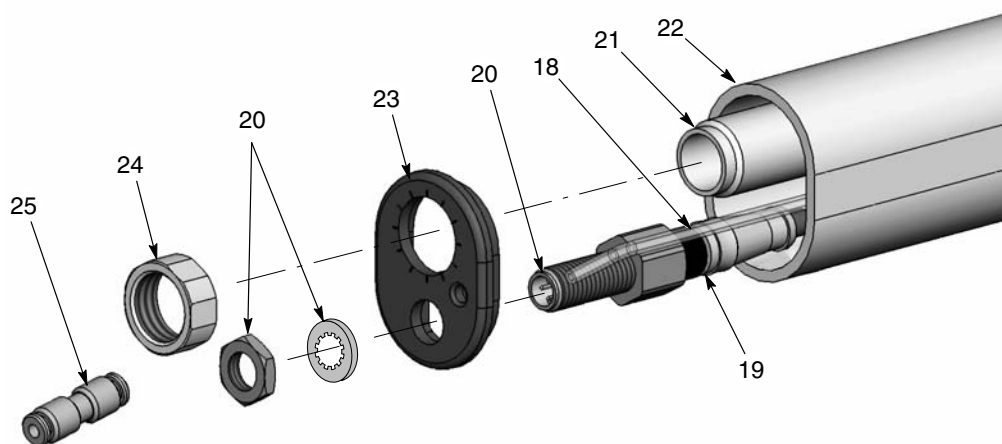

Figura 7-7 Dezasamblarea pistolului montat pe tub 1 / 5
2. Vezi Figura 7-7. Deconectați piulița olandeză (25) de la tubulatura transparentă de 4 mm pentru aer (18).
3. Deconectați cablul pistolului (nu este prezentat) de la priza cablului (20).
4. Deșurubați piulița tubului de prindere (24) de la tubul de prindere (21).
5. Desfaceți piulița și șaiba de blocare d ela priza cablului (20). Păstrați piulița și șaiba de blocare pentru a le reutiliza.
6. Trageți capacul de capăt (23) pentru a îl scoate de pe capătul pistolului.